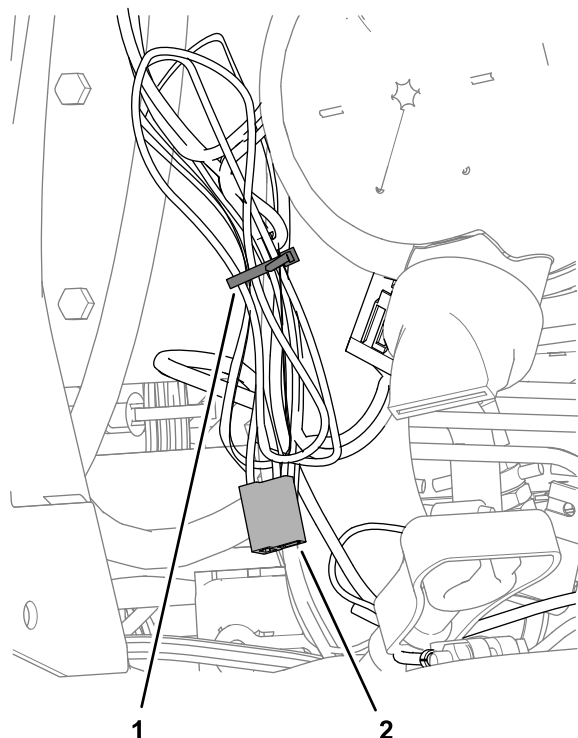

Figura 20
1. Junte num feixe os fios da bomba de lavagem do ramal da cablagem da alimentação sem utilizar, conforme ilustrado na Figura 20.
2. Prenda os fios com uma braçadeiras de cabos (Figura 20).